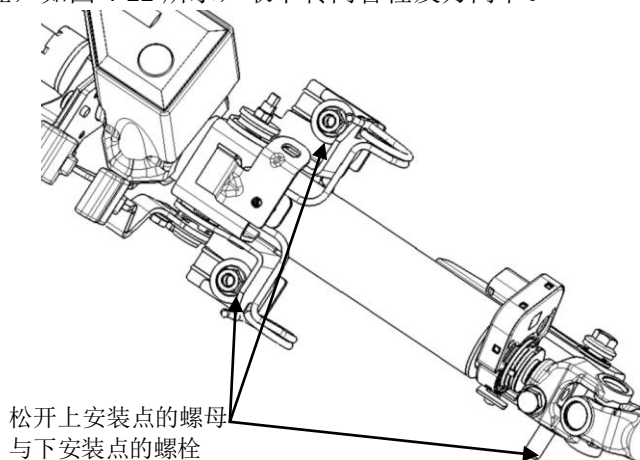

图 4-22
- ①确认所有与管柱连接的线束均已脱开。
- ②松开管柱上安装点的螺母与下安装点的螺栓，如图 4-22 所示，取下转向管柱及万向节。